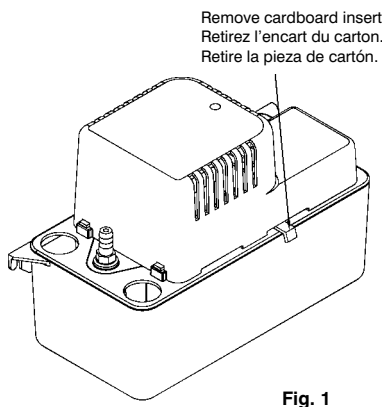

Fig. 1
- Carefully unpack the pump. Remove the cardboard packing from the motor cover air slots. Carefully slide the packing away from the pump. This packing is used to prevent switch movement during shipment (Fig. 1).
1. Déballez la pompe avec précaution en faisant glisser l'emballage. Enlever l'emballage de carton des fentes d'aération qui se trouvent sur le couvercle du moteur. Cet emballage est destiné à éviter le mouvement des commutateurs pendant le transport (Fig. 1).
1. Desempaque la bomba cuidadosamente. Quite el embalaje de cartón de los orificios de ventilación de la cubierta del motor. Retire el embalaje de la bomba, haciéndolo deslizar cuidadosamente. Este embalaje se usa para evitar el movimiento de los interruptores durante el transporte (Fig 1).